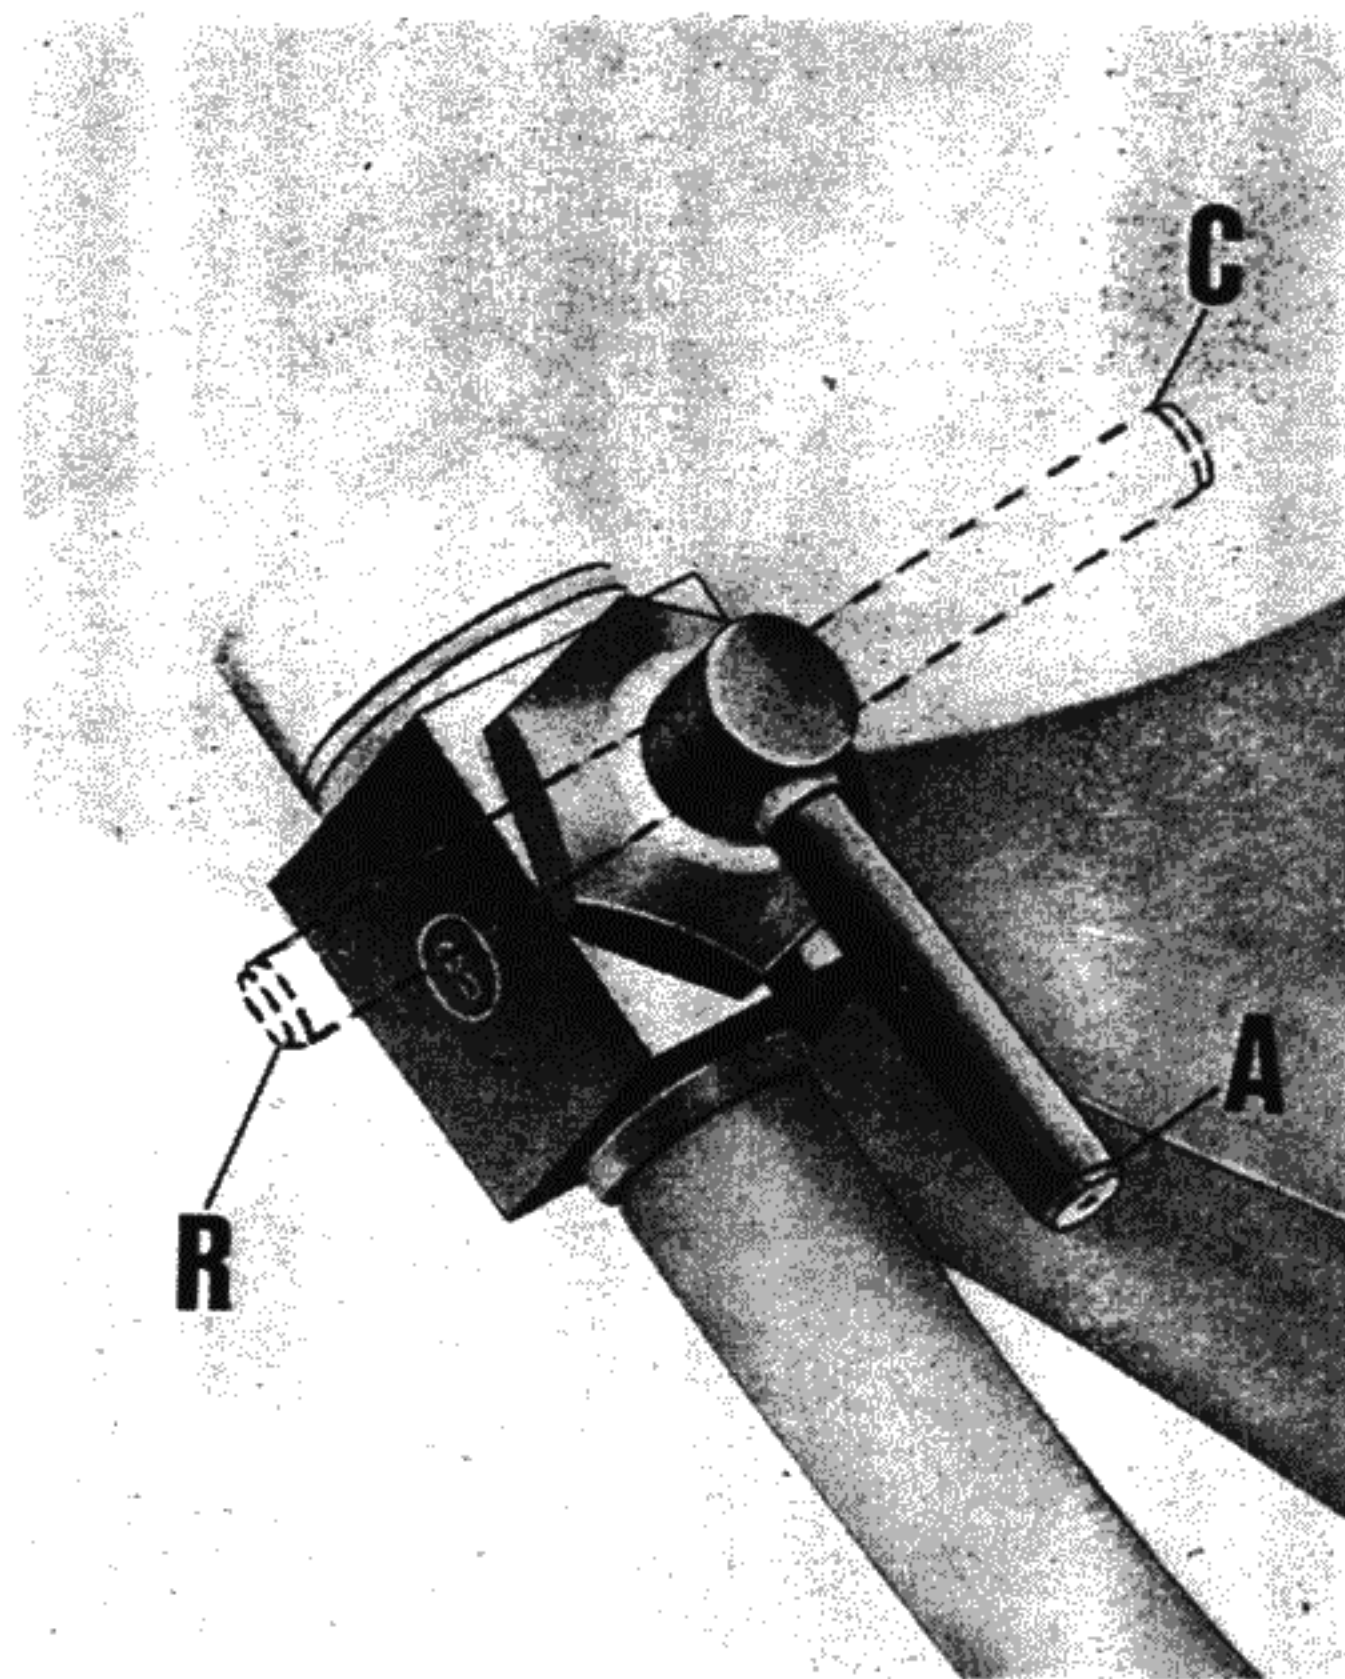
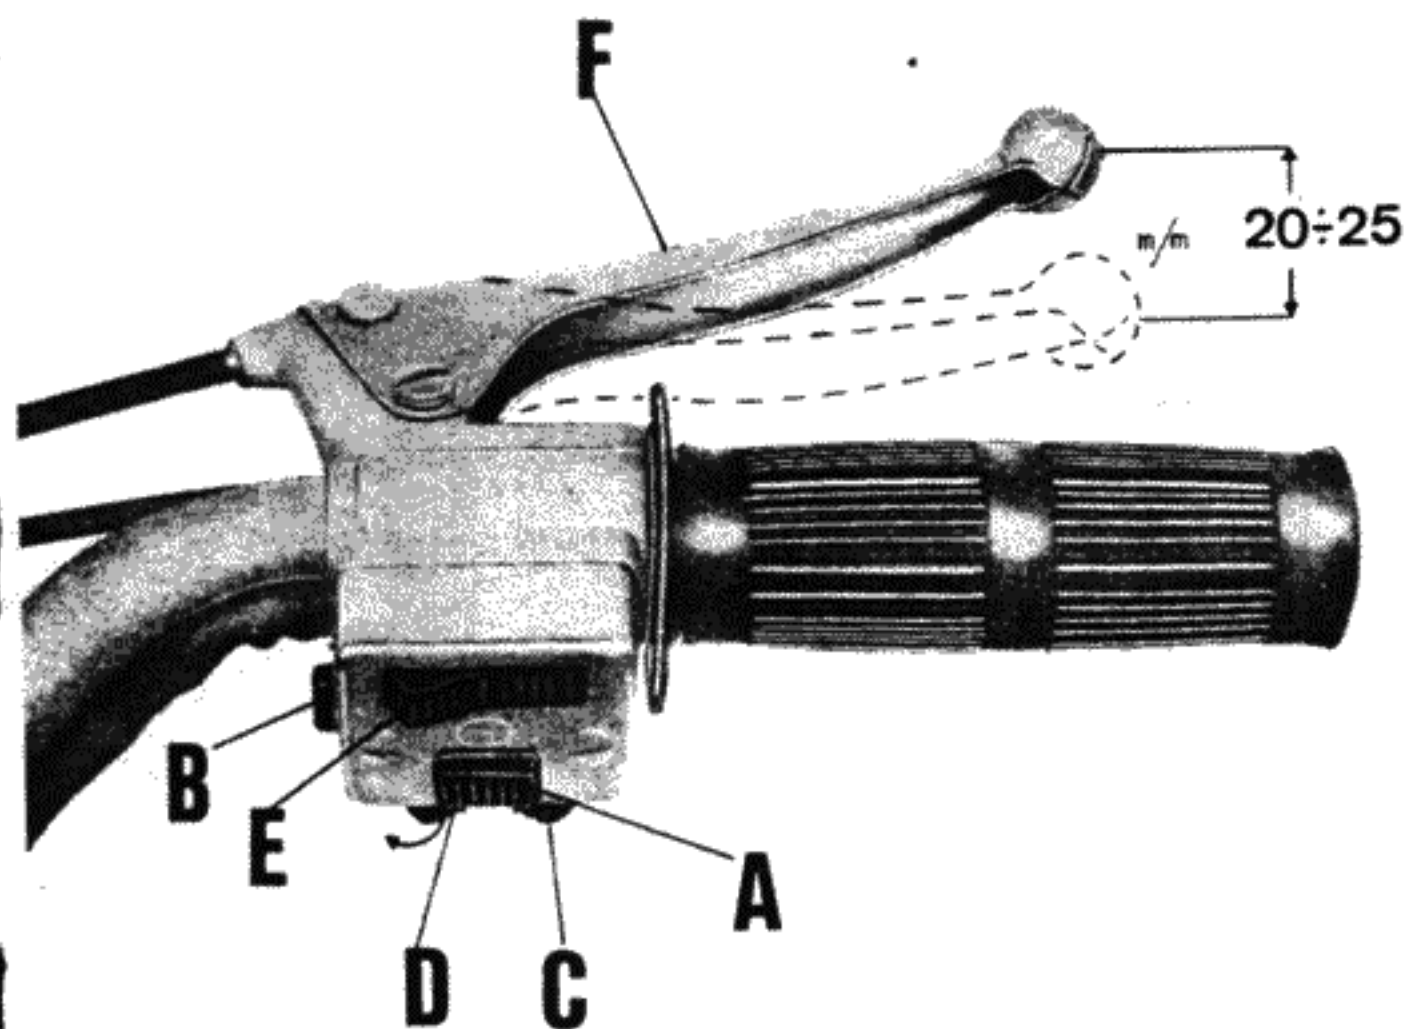

Fig. 5
Fig. 6
Ha tre posizioni (vedere fig. 5)
(ved. fig. 6)
(ved. F fig. 6)
- Aprire il rubinetto della miscela in posizione (A di fig. 5).
Togliere il gas, agire sul pulsante di massa (B di fig. 6) e chiudere il rubinetto della miscela (posizione C di fig. 5).